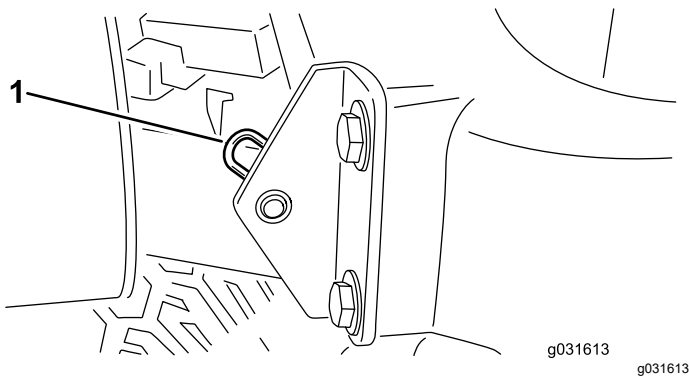

Figura 26
2. Retire el pasador que fija el pivote del capó a los soportes (Figura 26).